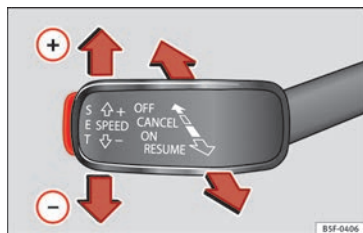

Fig. 49 À gauche de la colonne de direction : troisième levier de commande du GRA.
• Connecter le GRA : placez le troisième levier sur **ON** » **fig. 49**. Le système se met en marche mais il n'effectue aucune régulation car aucune vitesse n'a été programmée.
• Activer le GRA : appuyez sur le bouton **SET** » **fig. 49**. La vitesse est mémorisée et maintenue.
• Déconnecter le GRA temporairement : déplacez le levier en position **CANCEL** » **fig. 49** et relâchez ou appuyez sur la pédale de frein. Le réglage est désactivé temporairement.
• Reconnecter le GRA : déplacez le levier en position **RESUME** » **fig. 49** puis relâchez-le. La vitesse mémorisée sera de nouveau enregistrée et régulée.
• Déconnexion du GRA : déplacez le troisième levier sur la position » **fig. 49** sur **OFF**. La vitesse mémorisée est effacée et le système est déconnecté.